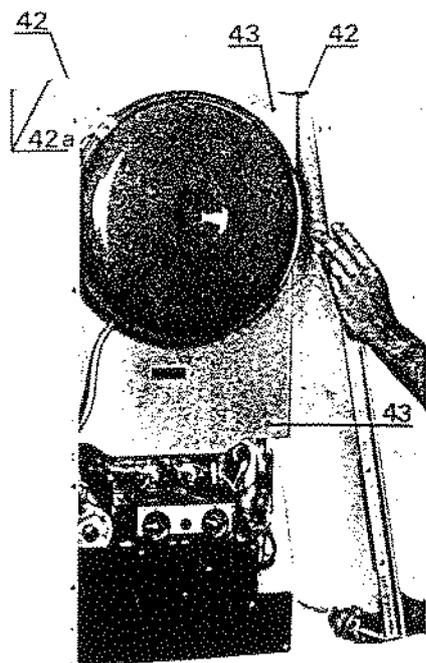

Fig. 22
Assembler les pièces en commençant par les deux panneaux de côté (fig. 22), après avoir placé les amortisseurs en caoutchouc au niveau de fixation des têtes supérieures (42a). Après les avoir accrochés, engager les vis en partie inférieure et les visser à demi.
Accrocher le panneau avant en engageant dans les deux têtes supérieures (42) (fig. 22), et ajouter les 2 vis de fixation dans la partie inférieure.
Pour intervenir sur le brûleur, il y a lieu de démonter la porte avant du caisson en dévissant les 4 vis (43) (fig. 22).